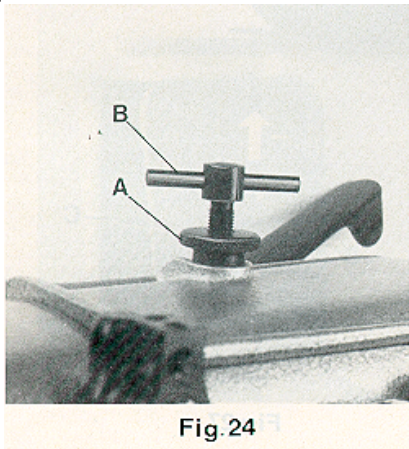

Fig. 24
Rotate handwheel until the lower feed dog is below the throat plate. Loosen knurled nut (A, Fig. 24) and turn out T-screw (B) until it does not exert any pressure on the leaf springs. In this position, the pressure exerted on the presser foot should be so strong that the presser foot bottom and the front end of the presser foot tongue rest squarely on the throat plate.
Drehen Sie das Handrad bis der untere Transporteur unter der Stichplatte steht. Lösen Sie die Rändelmutter (A, Fig. 24) und drehen Sie die Knebelschraube (B) soweit heraus, daß sie nicht mehr auf die Blattfedern drückt. In dieser Stellung soll der Druck auf den Drückerfuß so stark sein, daß die Drückerfußsohle und das vordere Ende der Drückerfußzunge flach auf der Stichplatte aufliegen.
Now turn in T-screw (B, Fig. 24) until the necessary presser foot pressure for proper feeding is exerted (determine by sewing tests). Secure this setting with the knurled nut (A), which simultaneously fastens the upper arm cover. Remount the face cover and the finger guard.
Nun drehen Sie die Knebelschraube (B, Fig. 24) soweit ein, daß der zum einwandfreien Transport notwendige Drückerfußdruck erzeugt wird (durch Nähversuche ermitteln). Sichern Sie diese Einstellung mit der Rändelmutter (A), mit der gleichzeitig der obere Armdeckel befestigt wird. Montieren Sie den Stirndeckel und den Fingerschutz wieder.